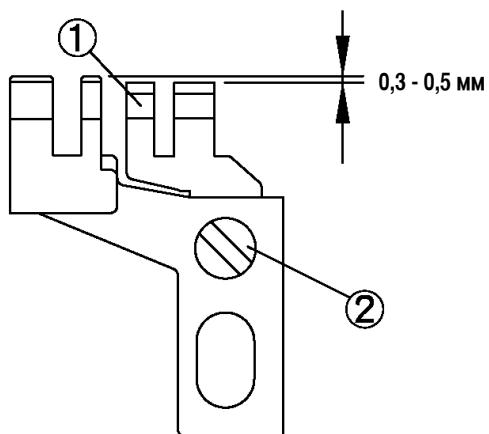

Рис. 38
3. Отрегулируйте высоту вспомогательного устройства подачи. (Рис. 38)